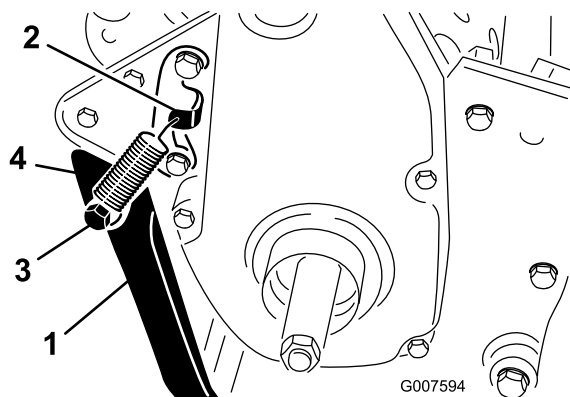

Figura 7
2. Agganciate la molla nel foro della staffa a molla e nel prigioniero a molla, allineando contemporaneamente il cavalletto con i fori di montaggio dell'intelaiatura posteriore (Figura 7).
3. Montate il cavalletto su ogni lato del telaio utilizzando il bullone, la rondella di sicurezza, il distanziale, la rondella di spinta e il dado di bloccaggio (Figura 7). Posizionate il distanziale nel foro di montaggio del cavalletto.